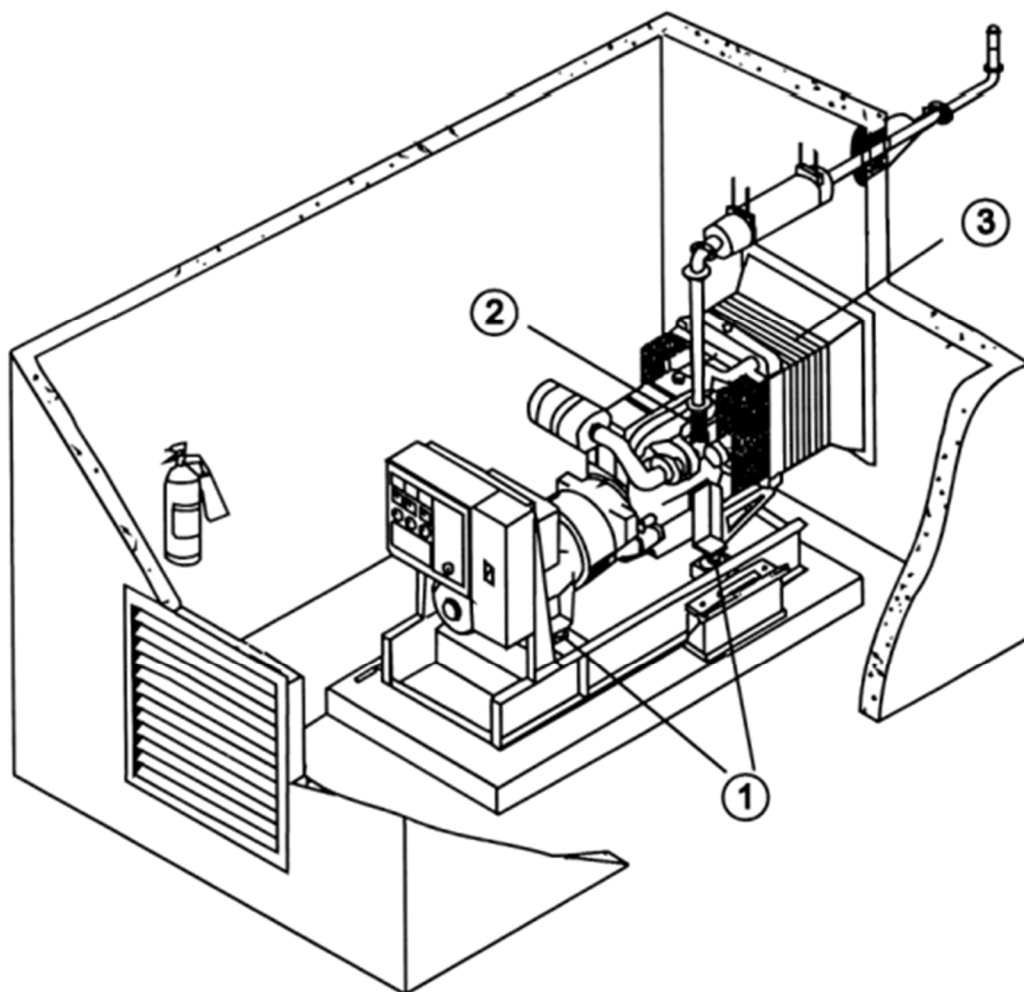

Рис. 4.
4.5.2 Демпфер: демпферы [Поз. № 1, Рис. 4.] устанавливаются между ножками двигателя/генератора и платформой для уменьшения вибраций генераторной установки, передаваемых зданию. Платформа крепится непосредственно к блоку основания. Для больших генераторных установок двигатель/генератор переменного тока жёстко крепится на платформе с дополнительными демпферами для установки заказчиком между платформой и основанием. В любом случае ДГУ должна жёстко фиксироваться на основании (с демпферами или без) для предотвращения перемещений.
Внешние подключения к генераторной установке также должны иметь вибрационное демпфирование, например, гибкий топливопровод, гибкие вентиляционные трубы [Поз. № 3, Рис. 4.], гибкое соединение отвода выхлопных газов [Поз. № 2, Рис. 4.], мягкие кабельные каналы, держатели и соединения и т.д.